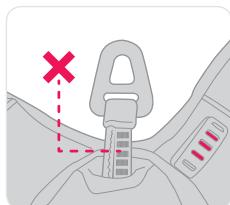

Figura 4
- Asigurați-vă că linia de coborâre nu este ieșită din dispozitiv, aceasta ar însemna că a avut loc o coborâre (figura 4). Dacă linia de coborâre este ieșită, dispozitivul Latchways PRD se va scoate din uz și se va cere sfatul Latchways sau al unui agent autorizat.
- *Notă: Dimensiunea și forma punctului de atașare poate diferi de cea prezentată în ilustrația de la figura 4.*